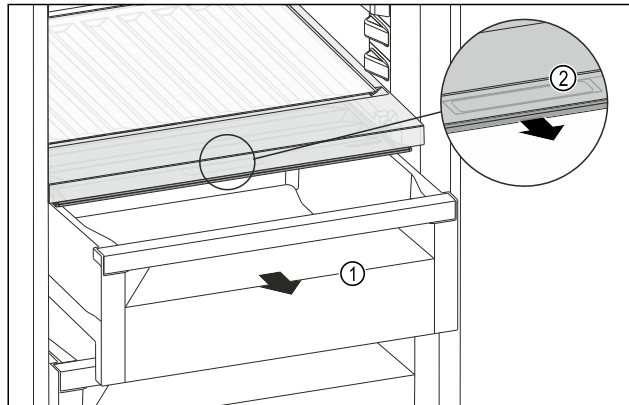

Fig. 156
- Изтеглете чекмеджето Fig. 156 (1).
- Хванете вдлъбнатия захват Fig. 156 (2) на капака на отделението и едновременно с това издърпайте напред капака на отделението.